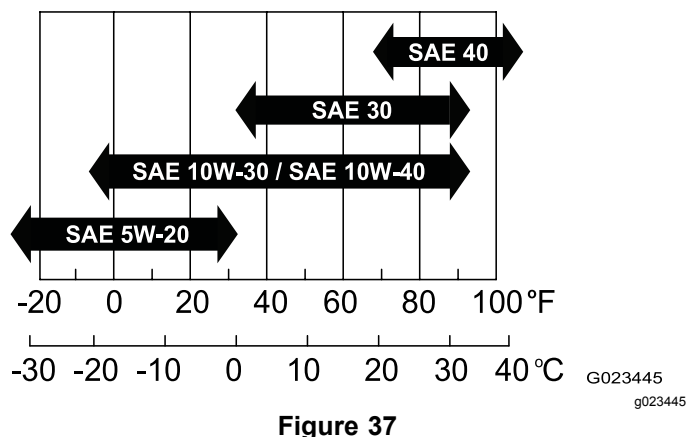

Figure 37
- **Viscosité :** SAE 30 ; reportez-vous au tableau suivant pour d'autres viscosités (Figure 37) :